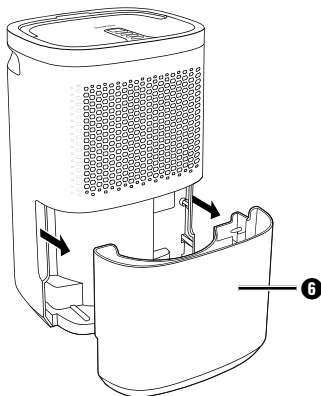

Fig. 1
- ◆ Tag forsigtigt vandbeholderen **6** ud af produktet ved hjælp af de forsænkede greb på siden (se fig. 1).